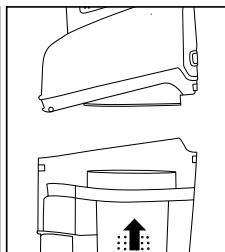

Fig. 4
4. Coloque el depósito de polvo en la aspiradora (Fig. 4).
7. Coloque el depósito de polvo en la aspiradora (Fig. 4).